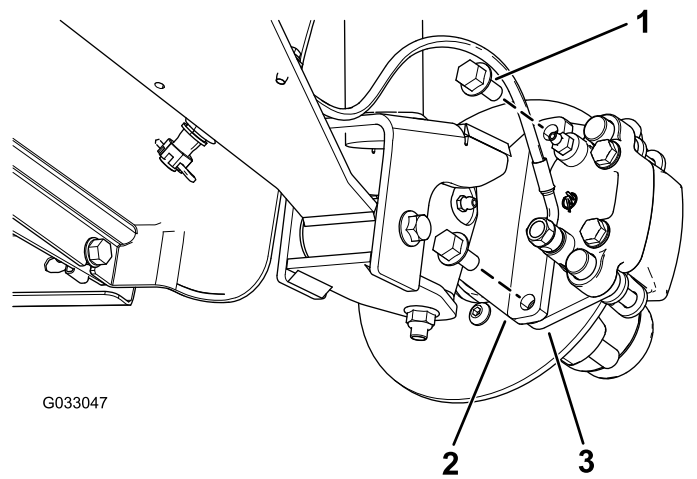
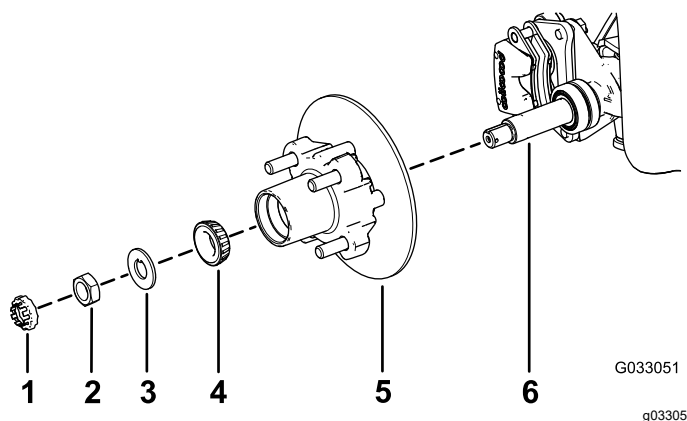

Figura 30
Figura 34
3. Retire os parafusos de cabeça flangeada ($\frac{3}{8} \times \frac{3}{4}$ pol.) que prendem o suporte para o conjunto dos travões ao eixo e afaste o travão do eixo (Figura 30).
1. Aplique uma leve camada do lubrificante especificado no eixo (Figura 34).
2. Monte o cubo e o rotor no eixo com o rotor interior (Figura 34).
3. Monte o rolamento exterior no eixo e coloque o rolamento na correia exterior (Figura 34).
4. Monte a anilha com patilha no eixo (Figura 34).
5. Enrosque a porca do eixo no eixo e aperte a porca com 15 N·m, enquanto roda o cubo para assentar o rolamento (Figura 34).
2. Alinhe as pastilhas dos travões com cada lado do rotor (Figura 30) e os orifícios no suporte da pinça com os orifícios na montagem dos travões da estrutura do eixo (Figura 34).
3. Prenda o suporte da pinça à estrutura do eixo (Figura 30) utilizando os dois parafusos de cabeça flangeada ($\frac{3}{8} \times \frac{3}{4}$ pol.)